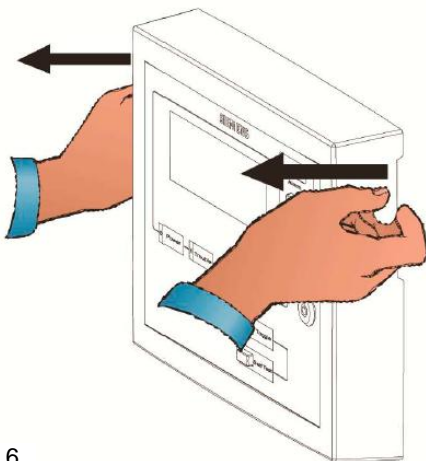

Fig. 6
4. Abra o painel frontal (Fig. 6/7), (certifique-se de que o parafuso esteja na posição correta) e aperte os parafusos .